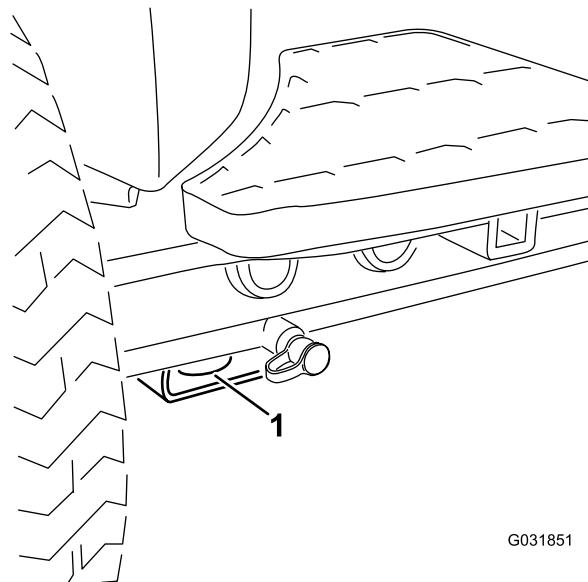

Figura 40
- **Danteira da máquina** – o orifício na pastilha retangular, por baixo do tubo do eixo, dentro de cada pneu dianteiro (Figura 40).